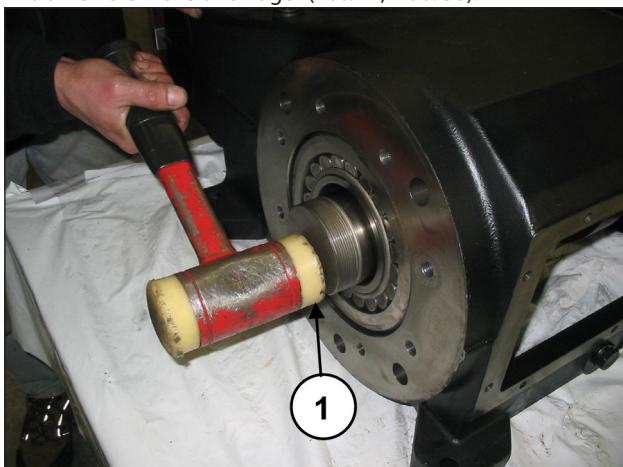
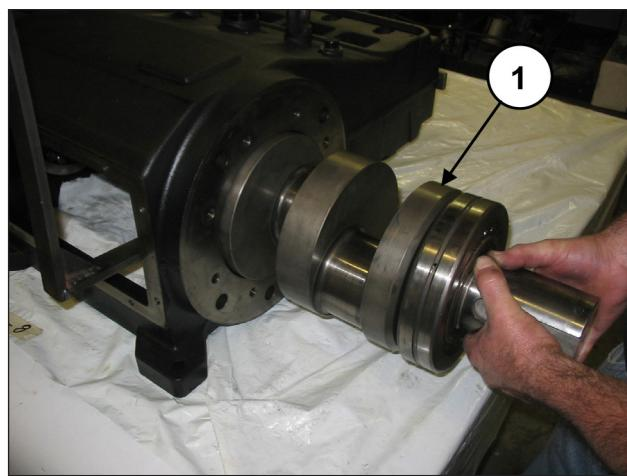
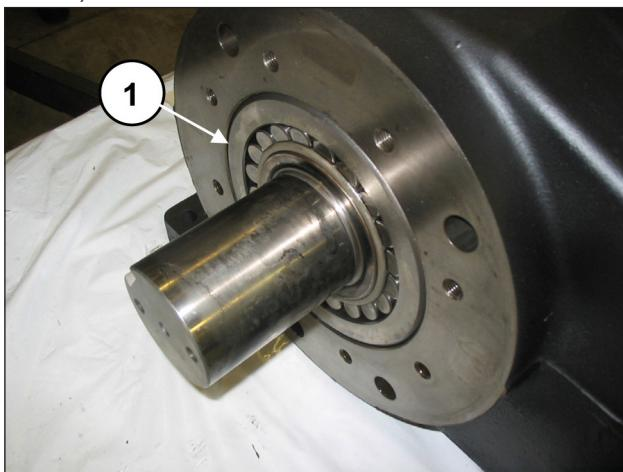

Abb. 29
Abb. 30
Abb. 44
Treiben Sie die Kurbelwelle mithilfe eines Schlagwerks auf Zapfwellenseite heraus (Pos. ①, Abb. 29). Entfernen Sie Welle und Lager (Pos. ①, Abb. 30).
Führen Sie die Welle ein (Pos. ①, Abb. 30), bis das vormontierte Lager bündig zur Kante des Gehäuses ausgerichtet ist (Pos. ①, Abb. 44).